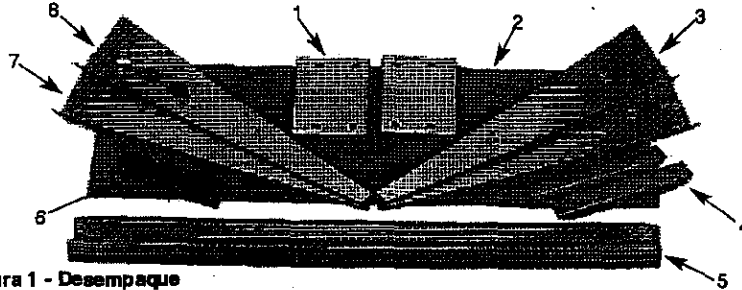

Figura 1 - Desempaquetado
- Revise para verificar si han ocurrido daños durante el envío. Si han ocurrido, se tiene que presentar un reclamo ante la compañía de transportes para que se tomen medidas rápidamente. Revise si todo está completo. Identifique todas las partes antes de tratar de montarla (refiérase a la Figura 1).
- 1 Parte superior, (2)
- 3 Pata "A" (2)
- 4 Bastidor corto (2)
- 5 Bastidor largo (2)